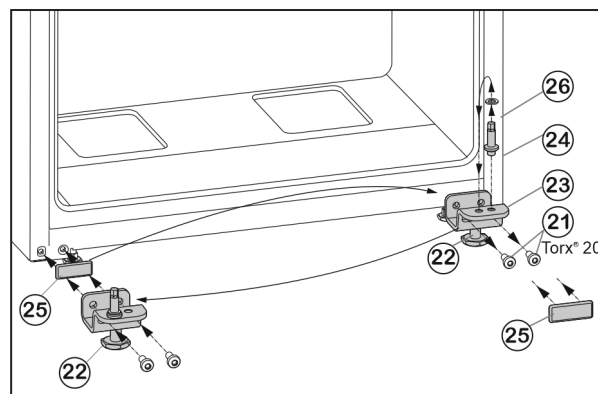

Fig. 7
- Svitare le viti di fissaggio Fig. 7 (21).
- Rimuovere completamente il cuscinetto di supporto inferiore Fig. 7 (23) con il perno del cuscinetto Fig. 7 (24), la rondella Fig. 7 (26) e il piede di regolazione Fig. 7 (22).
- Svitare completamente il perno del cuscinetto Fig. 7 (24) con la rondella Fig. 7 (26) spostarlo nel foro di inserimento situato sul lato opposto del cuscinetto di supporto e riavvitare saldamente.
- Estrarre con cautela la piastra di copertura Fig. 7 (25) e riapplicarla sul lato opposto.
- Riavvitare **saldamente (con una coppia di 4 Nm)** tutto il cuscinetto di supporto inferiore Fig. 7 (23) con il perno del cuscinetto Fig. 7 (24), la rondella Fig. 7 (26) e il piede di regolazione Fig. 7 (22) sul lato della nuova cerniera, eventualmente con l'ausilio di un avvitatore a batteria.
- Inserire la porta dall'alto sul perno del cuscinetto Fig. 7 (24).
- Svitare il piede di regolazione Fig. 7 (22) sul cuscinetto di supporto inferiore Fig. 7 (23) fino a quando non poggia a terra.